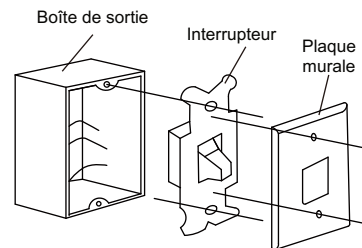

Fig. 29
Étape 1. Retirez la plaque murale existante et l'ancien commutateur de la boîte de sortie murale. Débranchez les fils. (Fig. 29)